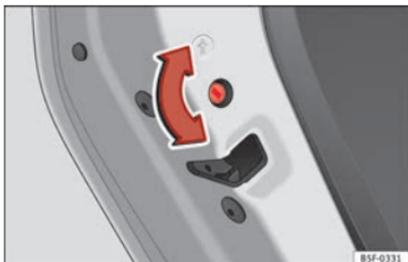

Fig. 95 Seguro para niños de la puerta izquierda.
las puertas izquierdas » **fig. 95** y en sentido anti-horario para las puertas derechas.
- Con la puerta abierta, gire la ranura con la llave del vehículo en sentido anti-horario para las puertas izquierdas » **fig. 95** y en sentido horario para las puertas derechas.